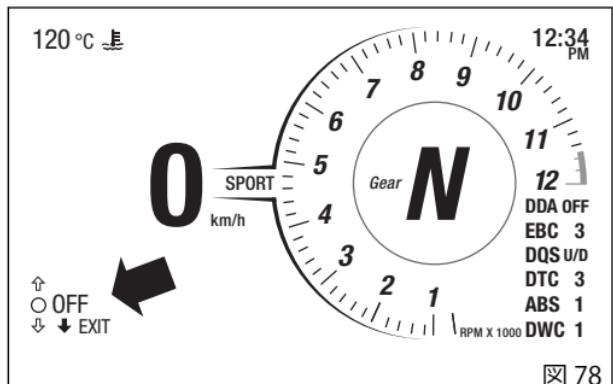

図78
- 現在のレベルが表示されます(図78)。ブラウズボタンを使用して、設定可能なレベル(OFF、LOW、MEDIUM、HIGH)をスクロールできます。